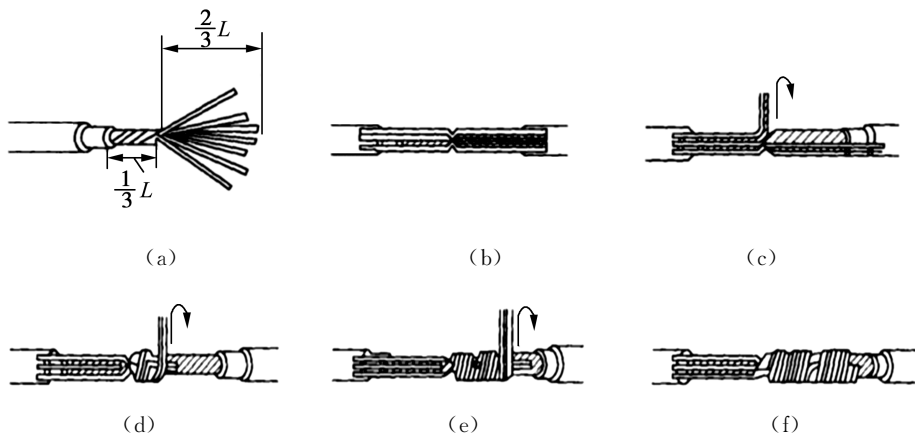

图 2-22 多股铜导线的直接连接方法
多股铜导线(以七股芯线为例)的直接连接如图 2-22 所示。
a. 将剥去绝缘层的多股芯线拉直,将其靠近绝缘层的约 1/3 芯线绞合拧紧,而将其余 2/3 芯线成伞状散开,另一根需连接的导线芯线也如此处理,如图 2-22(a)所示。
b. 将两伞状芯线隔根对叉,并将两端芯线拉直,如图 2-22(b)所示。
c. 将每一边的芯线线头分作 3 组,先将某一边的第 1 组线头翘起并紧密缠绕在芯线上,如图 2-22(c)所示。缠绕 2 圈后,把余下的芯线向右拉直,再将第 2 组线头翘起并紧密缠绕在芯线上,如图 2-22(d)所示。缠绕 2 圈后,也将余下的芯线向右扳直,把第 3 组的 3 根芯线扳直,与前面两组芯线的方向一致,压着前四根扳直的芯线紧密缠绕,如图 2-22(e)所示。
d. 缠绕 3 圈后,切去每组多余的芯线,钳平线端,如图 2-22(f)所示。